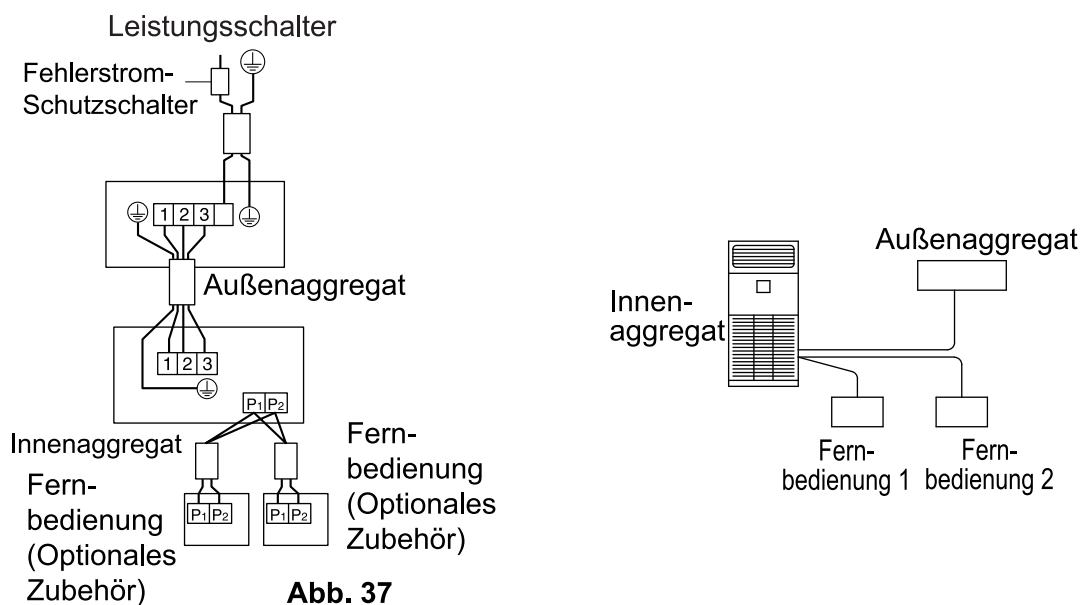

Abb. 37
- **2 Fernbedienungen steuern:** 2 Fernbedienungen steuern 1 Innengerät. (Siehe Abb. 37)
- (3) Nehmen Sie die Abdeckung vom Steuerungskasten ab. (Siehe "9. ANSCHLUSS VON KABELN UND VERKABELUNGSBEISPIEL".)
- (4) Nehmen Sie die Verdrahtung zwischen der Fernbedienung 2 (Slave) und der Klemme (P1, P2) der Klemmenleiste (X1M) für die Fernbedienung im Schaltkasten vor. (Es gibt keine Polarität.) (Siehe Abb. 37 und Tabelle 3)